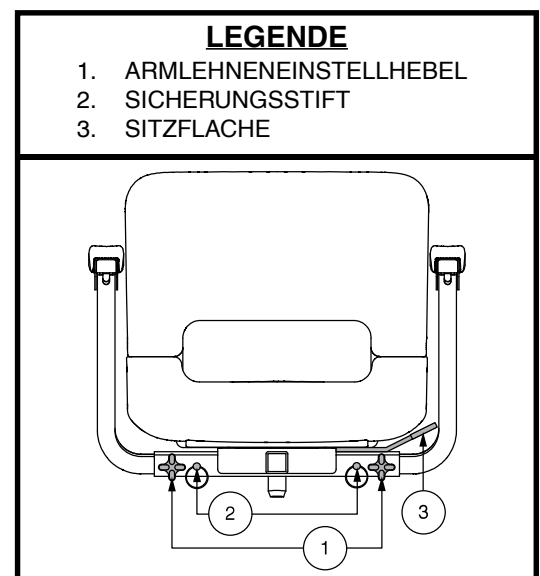

Abb. 19. Sitzeinstellungen – Stil A
1. Lösen Sie die Armlehneinstellhebel. **Siehe Abb. 19.**
1. Ein Verriegeln des Sitzes in einer von vier Positionen ist mit dem Sitzarretierungshebel möglich. **Siehe Abb. 19 oder 20.**